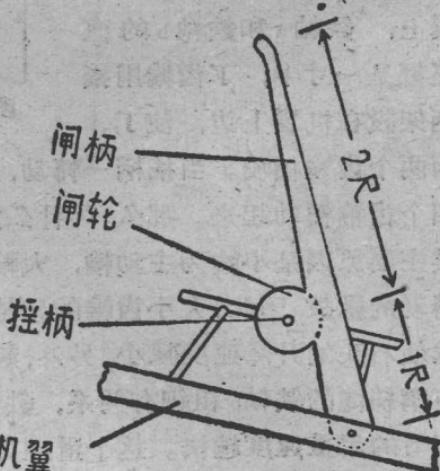

图4 止动装置示意图
6、止动装置：这部分装置包括闸轮和闸柄。闸轮直径为四寸，用圆木做成，它与丁齿轮均固定在摇柄上。闸柄是一个用转轴固定到机翼上的方木，方木的中央挖一凹凹，这凹凹恰与闸轮相吻合。所以当把闸柄压下接触闸轮后，即可阻止闸轮旋转，也就是进一步阻止了四个齿轮的转动（详见图4）。